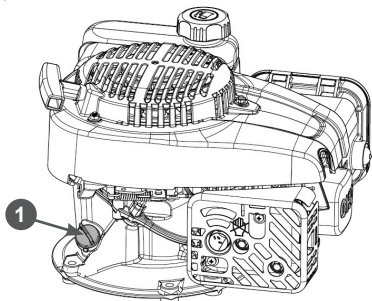

Рис. 11. Крышка-щуп маслозаливной горловины
2. Открутите крышку-щуп 1 маслозаливной горловины и извлеките щуп (Рис. 11).